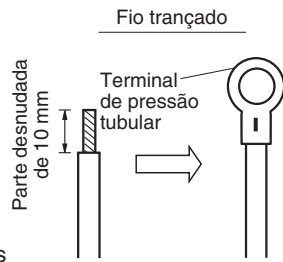
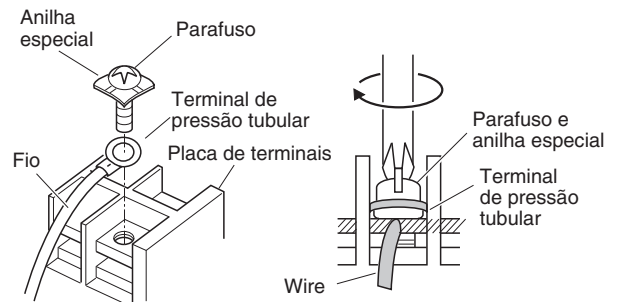

Fig. 4-7
Fig. 4-8
- (1) Corte a extremidade do fio com alicates, desnude o isolamento para expor o fio trançado aproximadamente 10 mm e, em seguida, torça bem as extremidades do fio. (Fig. 4-7)
- (2) Utilizando uma chave de fendas Phillips, retire o(s) parafuso(s) dos terminais na placa de terminais.
- (3) Utilizando um prendedor de conectores tubular ou alicates, prenda firmemente cada extremidade desnudada com um terminal de pressão tubular.
- (4) Coloque o terminal de pressão tubular, e recoloque e aperte o parafuso de terminal retirado utilizando uma chave de fendas. (Fig. 4-8)